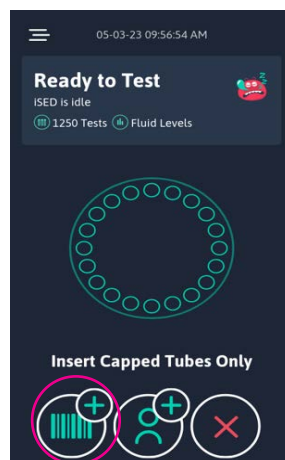

Figure 21
1. Sélectionnez l'icône de code-barres avec le signe + (figure 21).